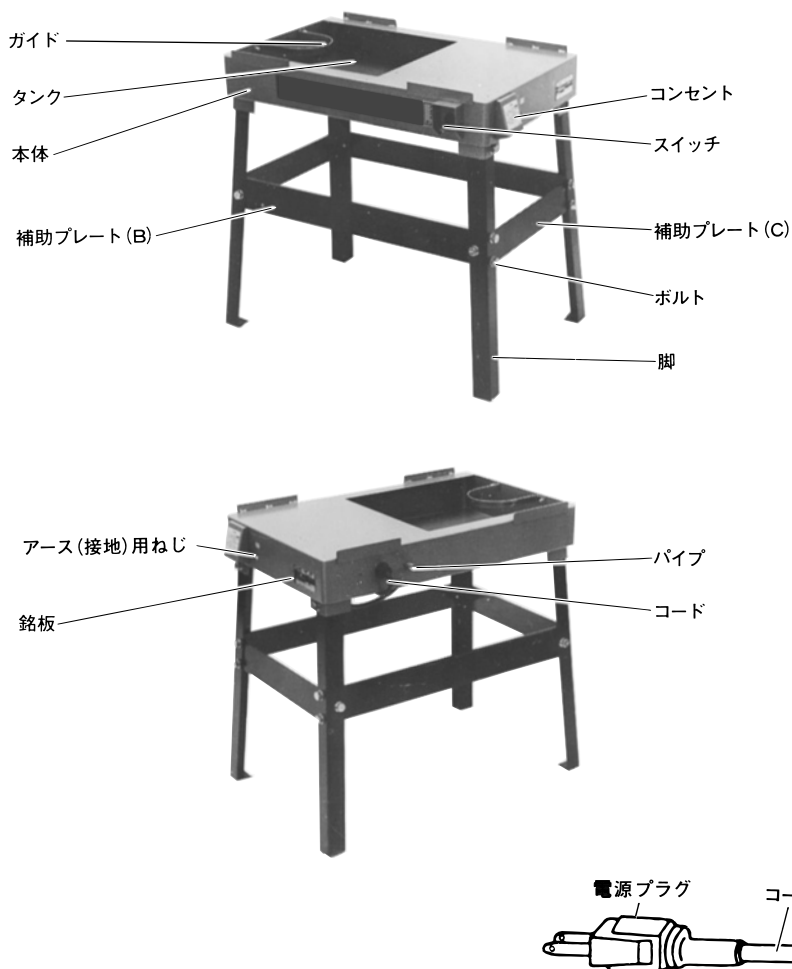
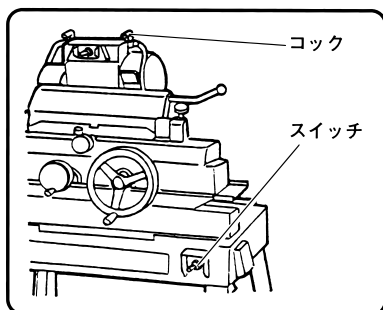

図 1
図 9
- (1) 空気が抜けるようにコック組を開け（レバーを管路と平行にする）研削液をタンク上面（図1参照）から1cmの所まで入れてください。研削液は約12L入ります。
- (2) 研削液は、付属のダフニークールCH（出光興産株）を水で50倍にうすめてご使用ください。
- (3) 研削液は、研磨機（図9参照）を横にずらすと楽にタンクに入れることができます。